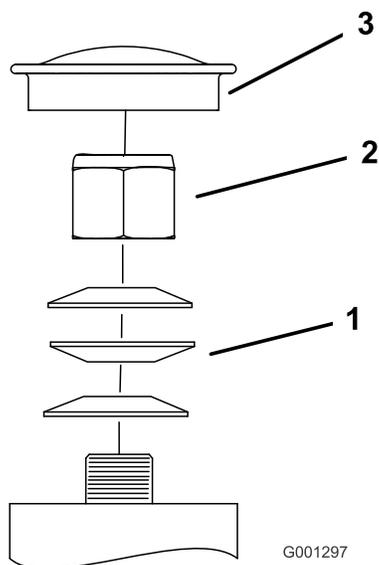

Figure 70
3. Retirez le couvre-moyeu de la roue pivotante et serrez le contre-écrou (Figure 70).
4. Continuez de serrer le contre-écrou jusqu'à ce que les rondelles élastiques soient aplaties, puis desserrez-le d'un quart de tour pour obtenir la précharge correcte des roulements (Figure 70).
Important: Veillez à placer les rondelles élastiques comme montré à la Figure 70.
5. Reposez le couvre-moyeu (Figure 70).